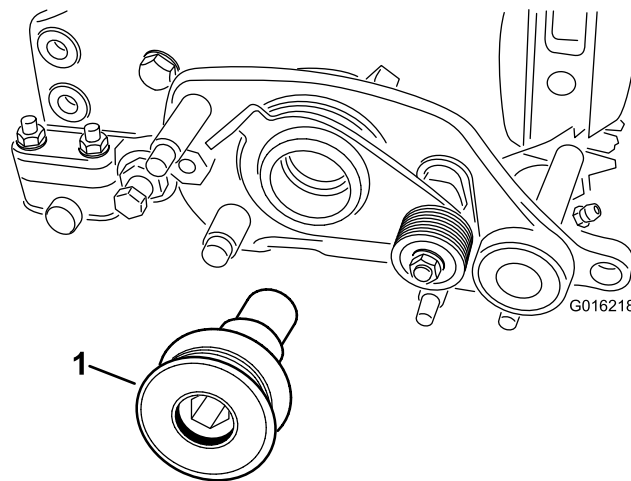

Figura 8
19. Fissate la puleggia motrice del groomer all'albero del cilindro (Figura 8) e serratela a una coppia di 170 N m.